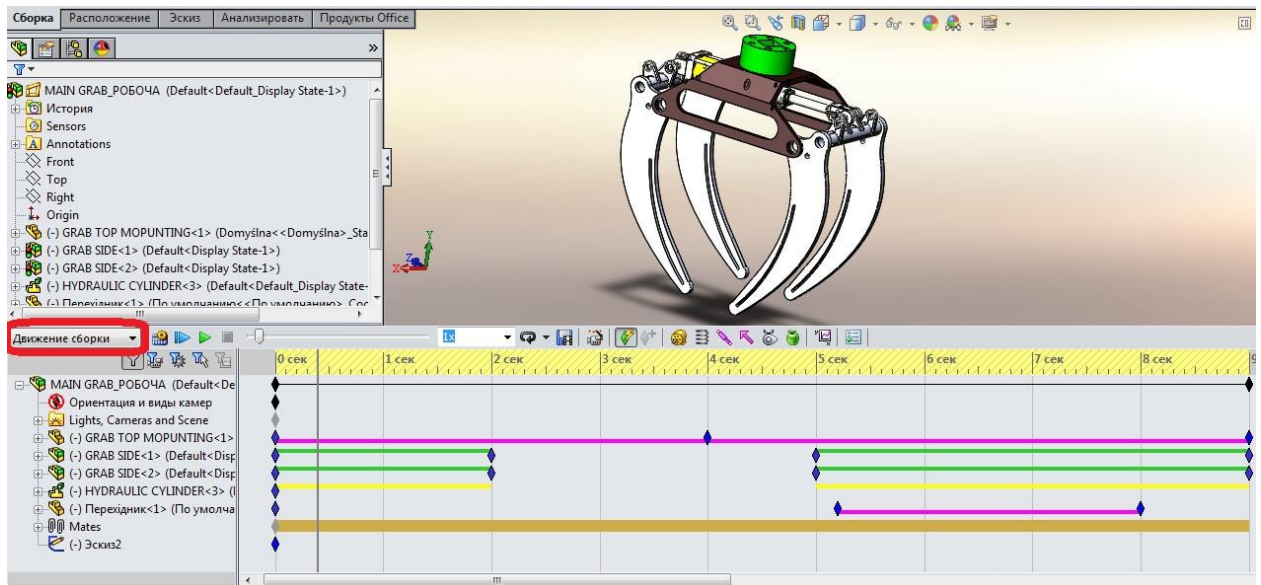

Рис.2. Вигляд тимчасової шкали та збірки
2.2.1. Перейдіть на вкладку **Дослідження руху 1** ( у лівій нижній частині графічної області). Після виконання всіх дій тимчасова шкала має виглядати так, як це показано на рис.2